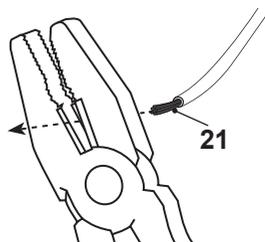

Fig. 4
> Utilisez une pince à dénuder pour retirer 10 à 15 mm d'isolation à l'extrémité du câble. Torsadez fermement les fils (Fig. 4).
- > Coupez le câble périphérique à l'extrémité souhaitée du câble périphérique et utilisez une pince à dénuder pour retirer 10 à 15 mm d'isolation à partir du bout. Torsadez fermement les fils (Fig. 4).